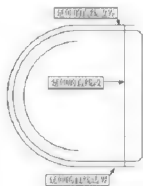

图 6-7
**步骤8:**延长直线段,在工具栏中单击“延伸”按钮□,在绘图区单击需要延伸的边界对象,按Enter键,再单击需要延伸的直线段,最后按Enter键,完成延伸处理,如图6-7所示。